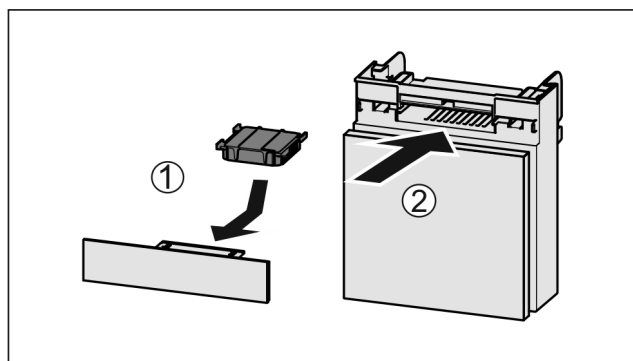

Fig. 78
- Установите фильтр с активированным углем, как показано на рисунке Fig. 78 (1).
- Вставьте отделение Fig. 78 (2).